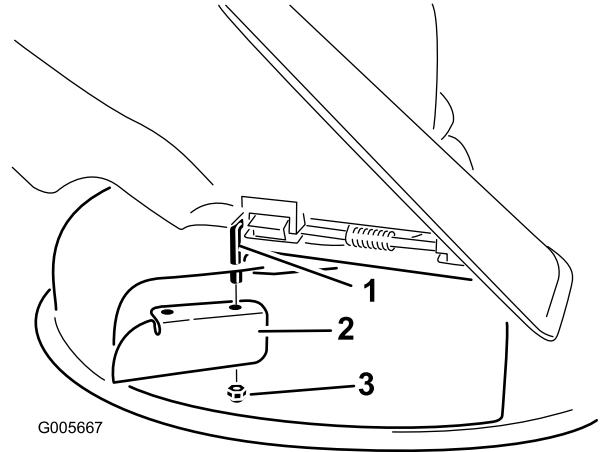

Figura 24
7. Instale la placa deflectora en la varilla de pivote (Figura 24).
3. Retire la placa deflectora de la carcasa de corte (Figura 24).